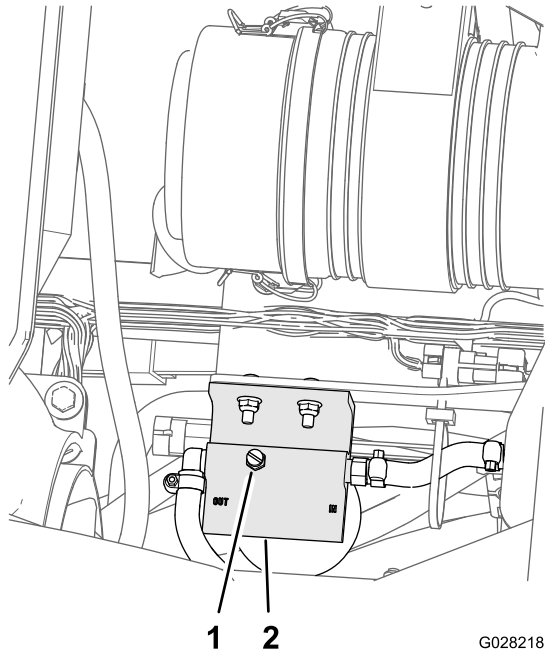

Figure 75
5. Dévissez le bouchon d'aération sur le séparateur d'eau/carburant (Figure 75).
7. Serrez le bouchon d'aération et tournez la clé dans le commutateur d'allumage en position ARRÊT (Figure 75).